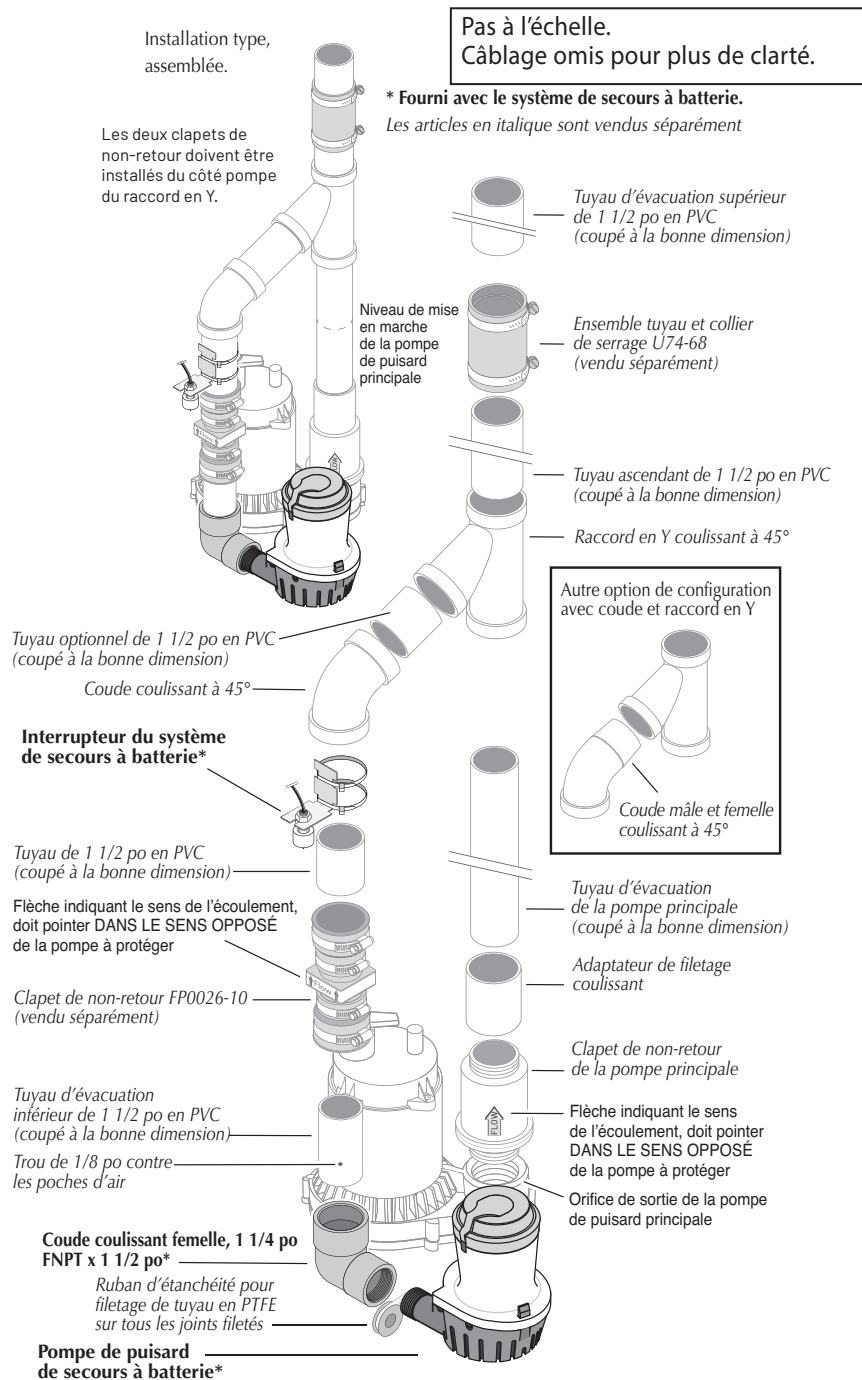

Figure 3 : Tuyau d'évacuation commun - Installation type
2. Si la décharge de la pompe de puisard principale ne comporte pas de clapet de non-retour, vous devrez en installer un. Vous devez également en installer un dans le tuyau d'évacuation du système de secours à batterie (figure 3). Assurez-vous que la flèche du clapet de non-retour indiquant le sens de l'écoulement pointe **DANS LE SENS OPPOSÉ** de la pompe qu'il est destiné à protéger.
6. Coupez un morceau de tuyau en PVC de 1 1/2 po allant du coude d'évacuation de la pompe de secours jusqu'à environ un (1) pied au-dessus du plancher du sous-sol. Il s'agit du tuyau d'évacuation inférieur.